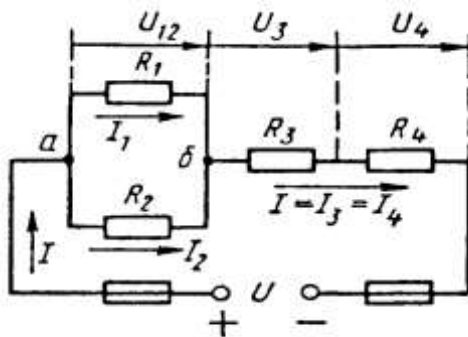

Рис. 1
смешанным соединением состоит из четырех резистором. Заданы схема цепи (рис. 1), значения сопротивлений резисторов:
2) обозначим токи I_1, I_2, I_3, I_4 на (рис. 1) стрелками и определим их значения из формулы мощности:
Формулировка закона: алгебраическая сумма токов в узловой точке равна нулю. Математическая запись для узла б схемы цепи рисунок 1:
В замкнутом контуре (рис. 1) приложенное напряжение U (аналогично ЭДС при внутреннем сопротивлении источника тока, равном нулю) и падения напряжения